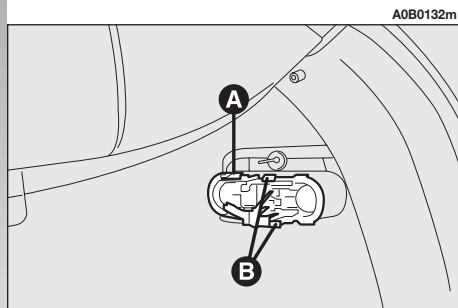

fig. 52
– Sortir le groupe porte-lampes (**A-fig. 52**) en appuyant sur les agrafes de retenue (**B-fig. 52**).
– Remettre en place le groupe porte-lampes en encastrant correctement les agrafes de retenue (**B-fig. 52**).